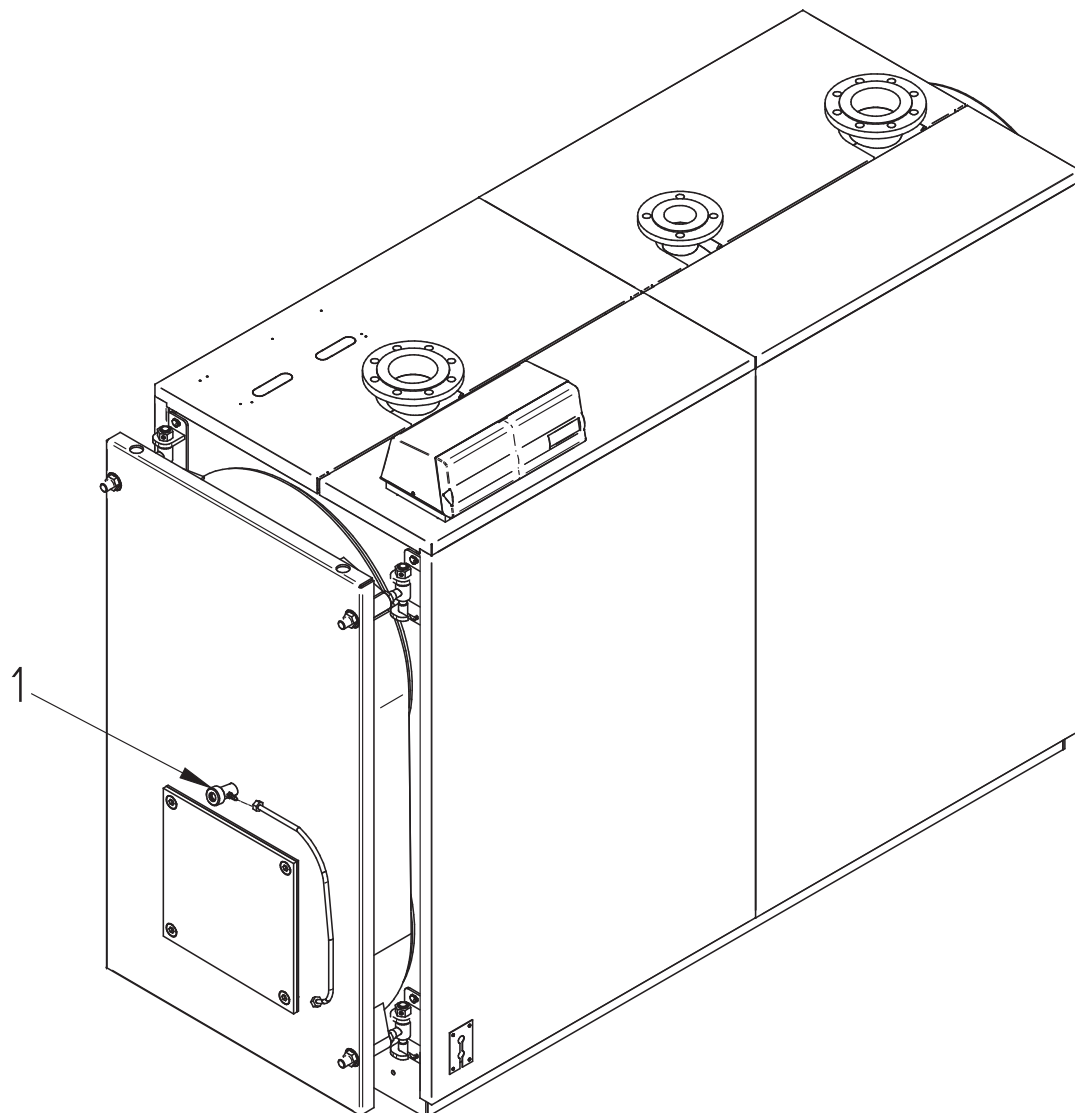

fig. 10
5.8 Conexión piloto control llama (Fig. 10)